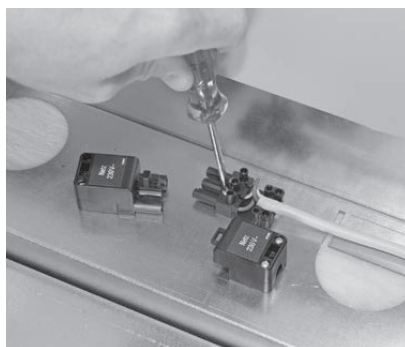

Fig. 166 Svitare la presa dal cavo
- ▶ Rimuovere le coperture dalla presa di rete e staccare completamente la presa dal cavo – Fig. 166.